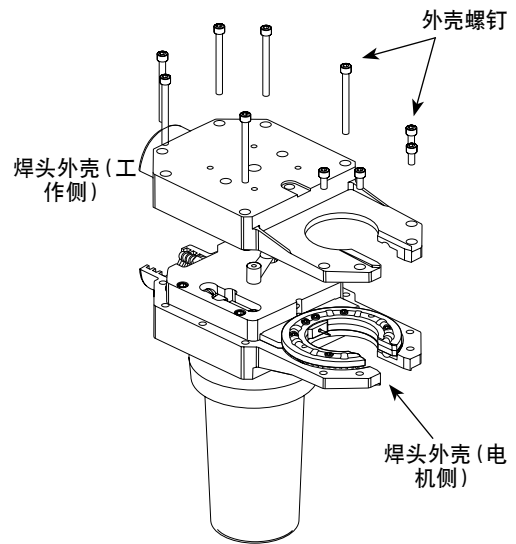

图 32 拆卸焊头外壳的锁环侧
5. 拆下外壳上的焊头外壳螺钉。轻轻摇晃来小心地把焊头外壳的锁环侧与电机侧分离。参考图 32。
6. 将焊头外壳分拆成两部分, 小心避免损坏内部部件。参考图 32。